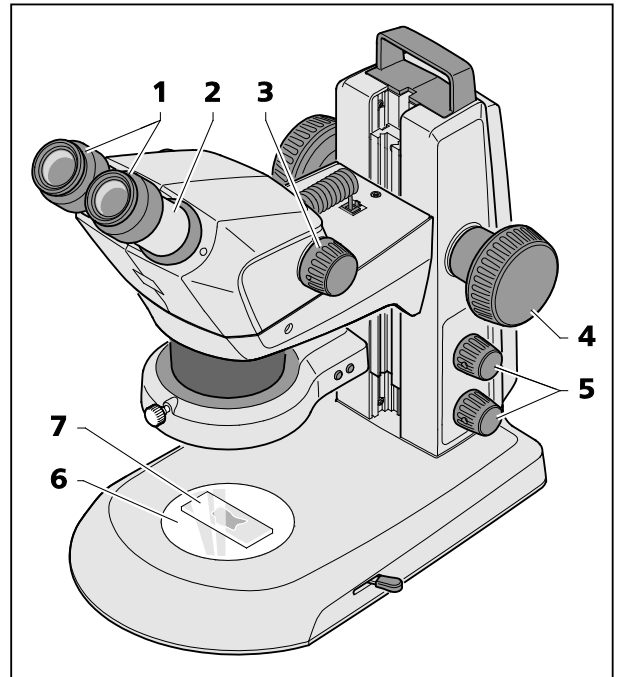

Bild 18 Stereomikroskop einstellen
1. Objekt (Bild 18/7) mittig auf die Glas- oder Kunststoffplatte (Bild 18/6) auflegen und beleuchten (Bild 18/5).
2. Dioptrienausgleich an den stellbaren Okularen (Bild 18/1) auf "0" stellen.
3. Individuellen Augenabstand durch seitliches Verschieben der Okularstutzen (Bild 18/2) einstellen, bis beim Einblick in die Okulare mit beiden Augen nur **ein** beschnittsfreier Lichtkreis (Objektfeld) zu sehen ist.
4. Zoom (Bild 18/3) zuerst auf die kleinste Vergrößerung einstellen.
5. Auf ein kleines markantes Detail in der Bildmitte des Objektes fokussieren (Bild 18/4).
6. Maximalen Zoomwert einstellen (Bild 18/3). Durch die Vergrößerung wird das markante Detail wahrscheinlich wieder unscharf abgebildet und befindet sich nicht mehr in der Bildmitte.
7. Objekt durch Fokussieren scharf stellen, dann das Detail durch Verschieben des Objektes erneut suchen und wieder exakt fokussieren (Bild 18/4).
8. Danach wieder auf kleinsten Zoomwert stellen und ggf. vorhandene Bildunschärfen für jedes Auge getrennt durch Dioptrienausgleich **an den stellbaren Okularen** (nicht am Fokussierknopf, Bild 18/4) korrigieren (Augenfehlerkompensation).